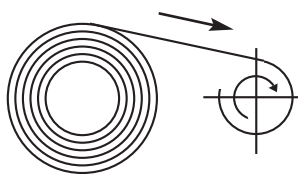
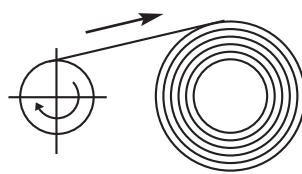

Bild 1
Bild 2
2. Beginnend mit der größten Windung (Bild 1) wird die Feder derart umgerollt, dass der größte Durchmesser innen und der kleinste Durchmesser außen zu liegen kommt (Bild 2 u. 3).